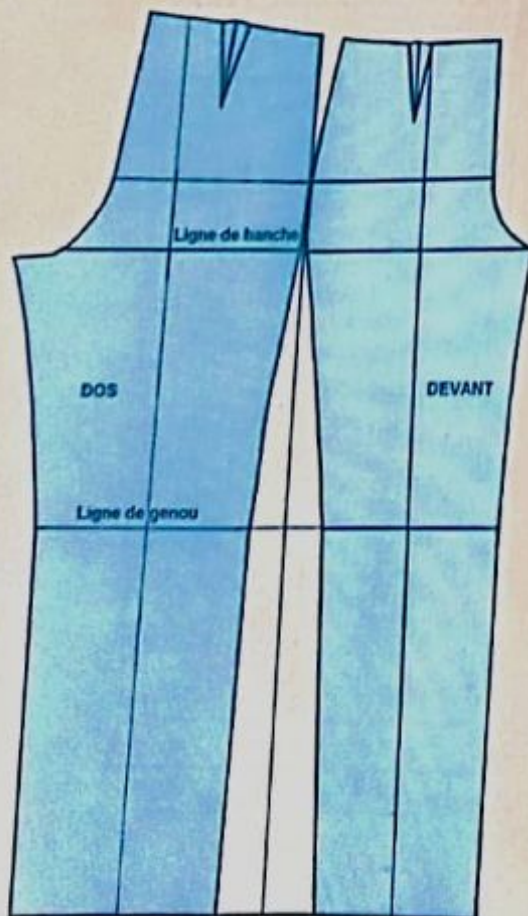

FIG. 1
- Tracez une verticale sur le milieu d'une feuille de coupe et placez côte à côte les lignes de côtés des patrons du dos et du devant du pantalon au niveau des hanches de part et d'autre de cette verticale (fig.1).